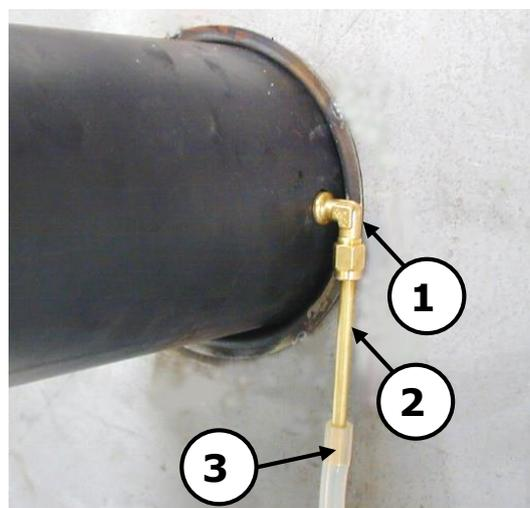

Abb. 5: Druckmessadapter installiert
- Das ca. 9 cm lange Druckmessrohr (Abb. 5 Pos.2) darf nicht gekürzt werden, da sonst der Silikonschlauch (hitzebeständig bis 200°C) durch Überhitzung beschädigt werden kann!
1. Loch \varnothing 11 mm in das Verbindungsstück bohren und den Druckmessadapter anschrauben (Abb. 5 Pos.1).
2. Das Druckmessrohr \varnothing 6 (erforderliches Zubehör) am Druckmessadapter montieren (Abb. 5 Pos.2).
3. Den Silikonschlauch auf das Druckmessrohr stecken (Abb. 5 Pos.3).